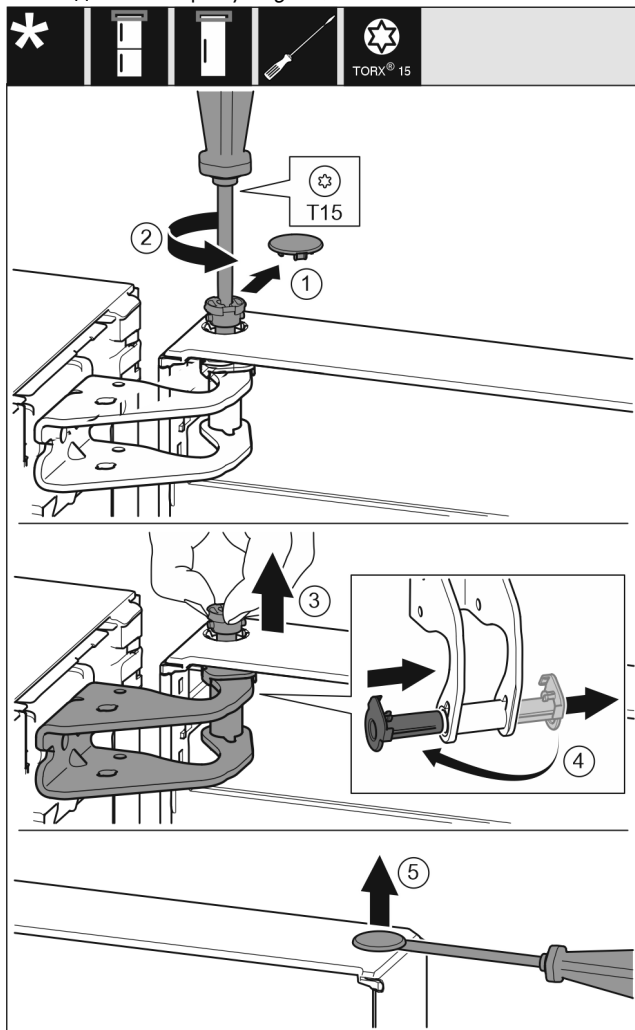

Fig. 10
- Осторожно снимите предохранительную крышку. Fig. 10 (1)
- Немного выкрутите палец отвёрткой T15. Fig. 10 (2)
- Удерживая дверь, извлеките палец вручную. Fig. 10 (3)
- Опорную втулку вытяните из направляющей. Установите и зафиксируйте с другой стороны. Fig. 10 (4)
- Осторожно приподнимите и извлеките при помощи шлицевой отвёртки заглушку из опорной втулки двери. Fig. 10 (5)